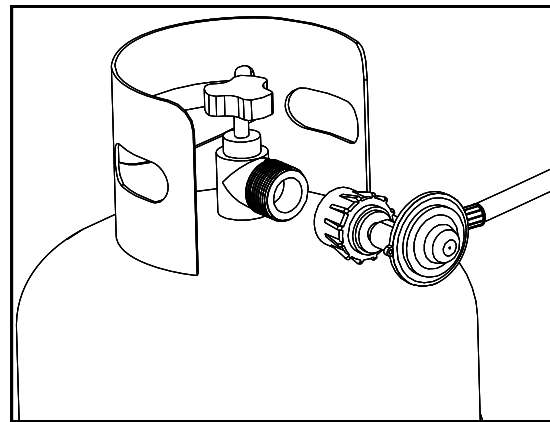

FIG. 1
4. Sett gassylinderventilen inn i den gjengede åpningen på regulatorventilen. Drei sylindere med klokken til den sitter fast. Stram kun med hånden. **Fig 1.**